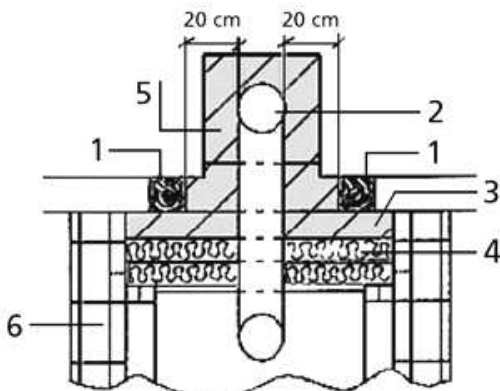
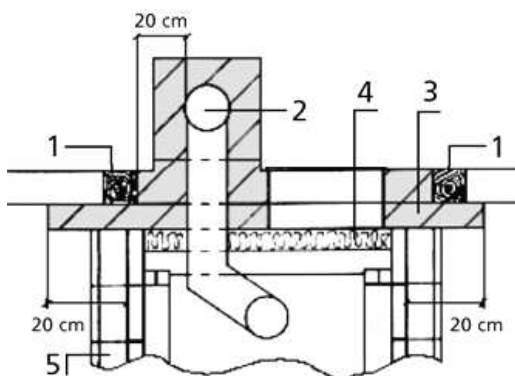

Bild 1-2 Ummauerung von Bauteilen, Variante 1
Bild 1-3 Ummauerung von Bauteilen, Variante 2
Entfernen bzw. schützen Sie gefährdete Teile. Wenden Sie sich im Zweifelsfall an Kago bzw. an den für Sie zuständigen Schornsteinfegermeister. Schützen Sie brennbare Teile im Stellbereich gegen Erwärmung durch Aufstellen einer Brandschutzwand entsprechend Bild 1-1 bis Bild 1-3.
Müssen im Stellbereich Ihrer Ofenanlage die oben aufgeführten Bauteile gegen Erwärmung geschützt werden, muss eine Brandschutzwand entsprechend Bild 1-2 oder Bild 1-3 mit folgenden Eigenschaften vorgemauert werden:
- Dicke der Isolierung entsprechend der Wärmedämmung innerhalb des Ofens (Bild 1-2).
Bei Rauchrohrführungen durch Holzwände oder im Bereich von Stahl /Stahlbetonstützen muss ebenfalls auf eine 20 cm breite, allseitig mineralische Ummauerung des Rauchrohres geachtet werden (siehe Bild 1-2 und Bild 1-3).